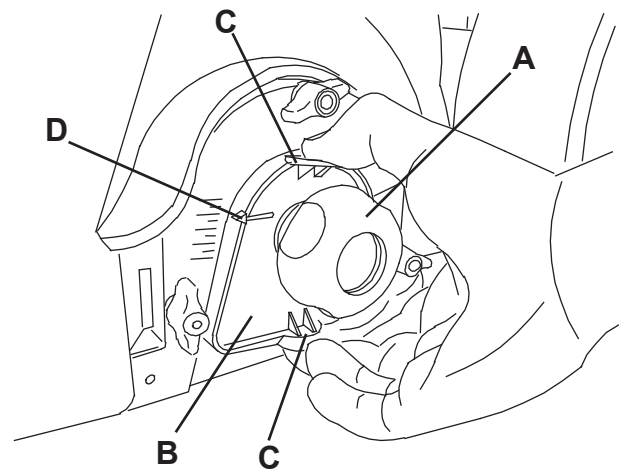

Figure 4
2. Positionner l'interrupteur général (1) sur "0".
3. Desserrer la poignée (A, Fig. 4) sur les deux côtés de la machine.
4. Saisir le support (B) aux points (C) et le déplacer vers l'extérieur, puis le soulever ou le baisser pour régler la hauteur du balai central. Pour l'ampleur du déplacement, se référer au repère (D). Enfin, visser et serrer la poignée (A) sur les deux côtés de la machine.